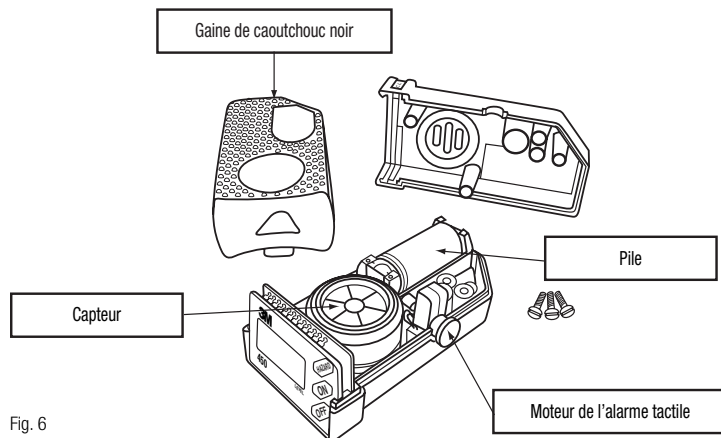

Fig. 6
3. La pile est maintenant accessible et peut être remplacée (Fig 6).
3. Le capteur est maintenant accessible et peut être remplacé (Fig 6).
3. Le moteur du vibreur est maintenant accessible et peut être remplacé (Fig 6).